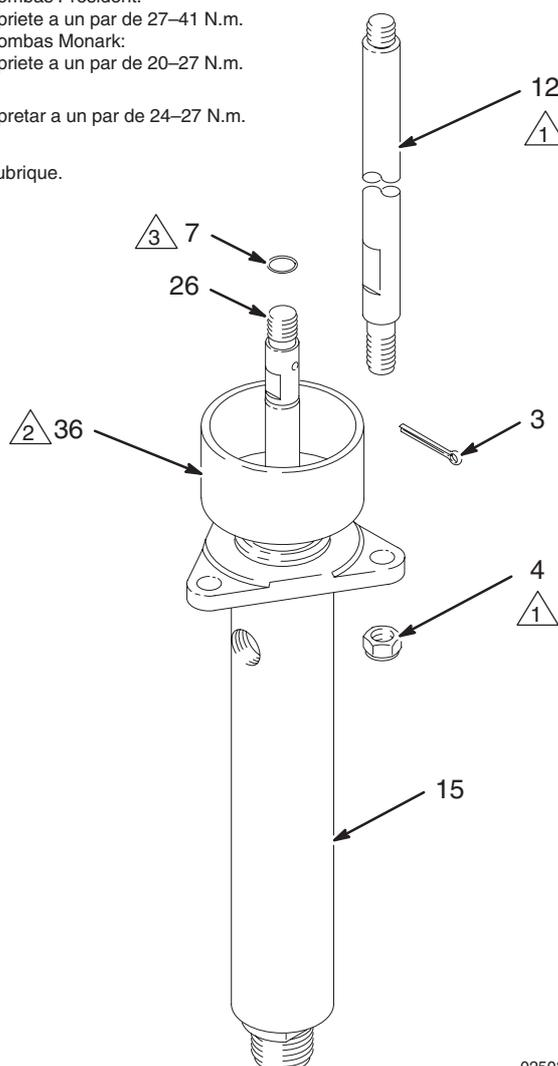

Fig. 4
3. Vea la Fig. 4. (Para el modelo 221075, consulte también el diagrama de las piezas en la página 16.) Desenrosque las contratuercas (4) de las varillas de acoplamiento (12). Retire el pasador de chaveta (3). Desenrosque la base de la varilla (26) del motor neumático (14) o de la varilla de conexión (37, modelo 221075 únicamente). Extraiga cuidadosamente la base de bomba (15) del motor neumático (14). Inspeccione la junta tórica (7).
1. Lubrique la junta tórica (7) y colóquela en la base de bomba (26). Oriente la salida de fluido de la bomba a la entrada de aire del motor neumático, tal como se indica en el paso 2, en la sección **Desconexión de la base de bomba**. Coloque la base de bomba (15) en las varillas de conexión (12). Ver la Fig. 4.
2. Enrosque las contratuercas (4) en las varillas de acoplamiento (12), manteniéndolas flojas. Enrosque la base de la varilla (26) en el eje del motor neumático (14) o en la varilla de conexión (37, modelo 221075 únicamente) hasta que se alineen los orificios del pasador. Instale el pasador de chaveta (3).
3. Monte la bomba y vuelva a conectar las mangueras. Si se había desconectado, vuelva a conectar el cable de conexión a tierra. Apriete la tuerca prensaestopas/copela húmeda (36) a un par de 24–27 N.m. Llene la copela húmeda con líquido sellador Graco o con un disolvente compatible.
4. Apriete uniformemente las contratuercas (4) de la varilla de acoplamiento, y aplique el par especificado en la Fig. 4.